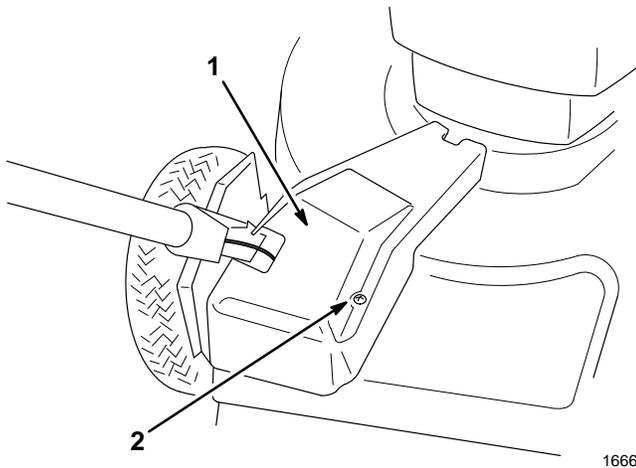

Figure 28
1. Le moteur étant arrêté, retirer le boulon de fixation de la garde de courroie (Fig. 28) au carter de la tondeuse.